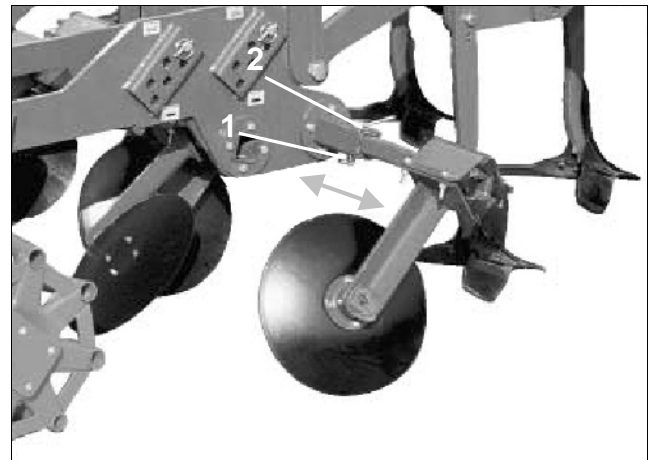

Fig. 16
- Klapstecker (Fig. 16/1) lösen.
- Bolzen (Fig. 16/2) ziehen.